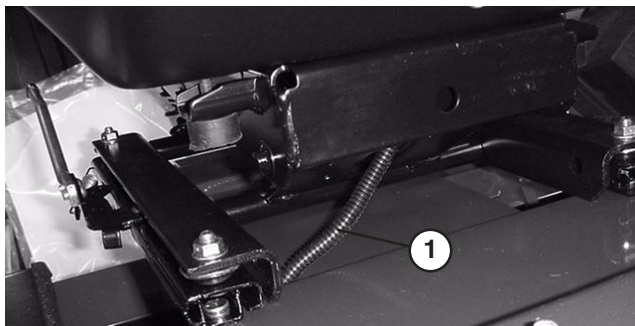

Figure 13
7. Faites passer le faisceau de câblage du contacteur de siège par les trous du support et de la suspension (Fig. 13). Branchez le connecteur du faisceau de câblage au contacteur du siège sur la base du siège.